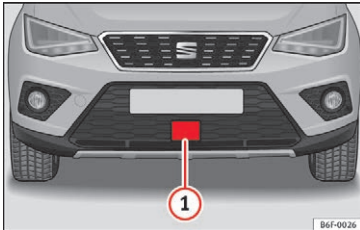

Fig. 195 I forreste stødfanger: radarsensor
Der er monteret en radarsensor i den forreste stødfanger, som skal registrere trafiksituationen »» Fig. 195 ①.